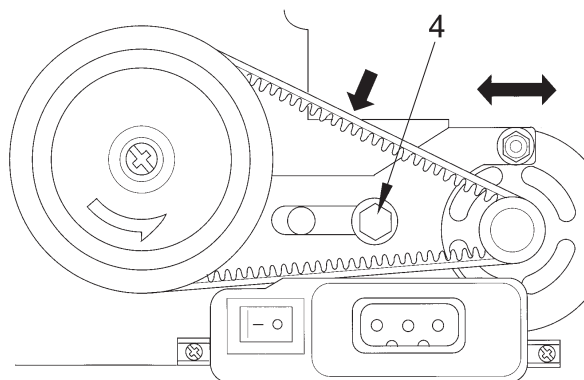

Рис. 2
- Выверните винт 4 (рис. 2).
- Мотор установить на корпусе машины и слегка затянуть крепежный винт 4 (рис.2)